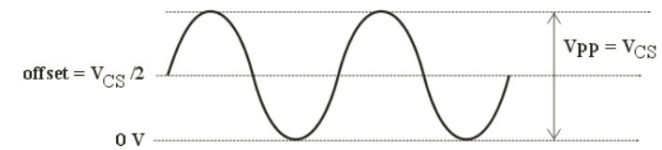

Figura 6 Semnalul de intrare pentru lanțul CAN-CNA
- cei mai semnificativi 4 biți (pinii 11-14, 11 fiind MSB) se deconectează de la LED-uri și se conectează la intrările unui CNA R-2R, folosind firele albe, ca în schema din figura 6.